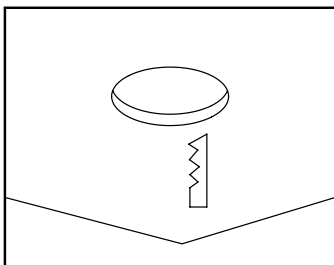

Figure 1
2. Cut out the appropriate hole-cutting by saw. (see Fig.1)
2. Découpez le trou approprié à l'aide d'une scie. (voir Fig.1)